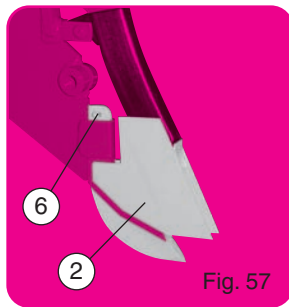

Fig. 57
- Enlever la pointe 7065a, puis mettre en place la pointe ② réf. 7065b (fig. 57). Bien écarter la goupille fendue ⑥ pour qu'elle ne touche pas aux disques ouvreurs.
- Entfernen Sie die spitze 7065a. Setzen Sie das Schar 7065b - Fig. 57 - ein Achten Sie darauf, dass der Splint ⑥ richtig eingeschlagen wird und nicht die Scheiben berührt.
- Remove the shoe 7065a, then position the tip ② ref 7065b (fig. 57). Split open wide the pin ⑥ so that it does not touch the disc openers.